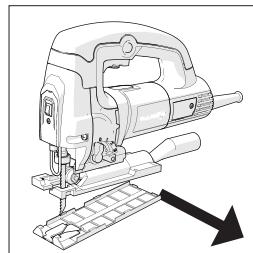

Fig. 6
- Suelte la suela de plástico de la plataforma y guárdela a buen recaudo para instalarla en el futuro. (Fig. 6)